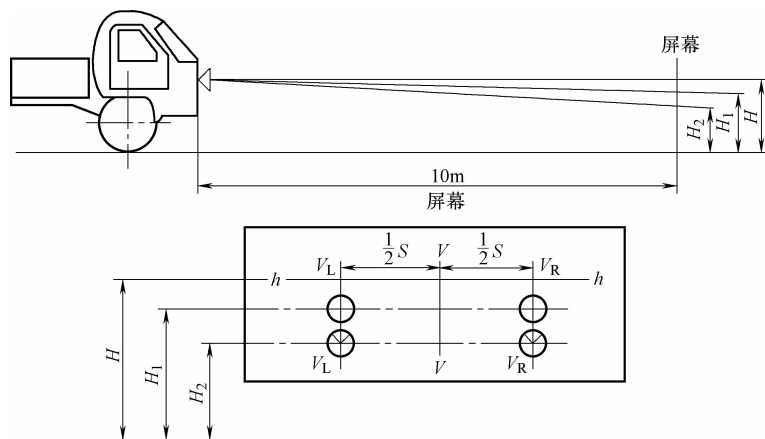

图 5-28 用屏幕法检测前照灯光束照射位置
1) 检测的准备工作。被检验的车辆应空载、轮胎气压正常、乘坐一名驾驶人。将车辆停置于屏幕前，并与屏幕垂直，使前照灯基准中心距屏幕 10m，在屏幕上确定与前照灯基准中心离地面距离  $H$  等高的水平基准线，及以车辆纵向中心平面在屏幕上的投影线为基准确定的左、右前照灯基准中心位置线。分别测量左、右远近光束的水平或垂直照射方位的偏移值，如图 5-28 所示。